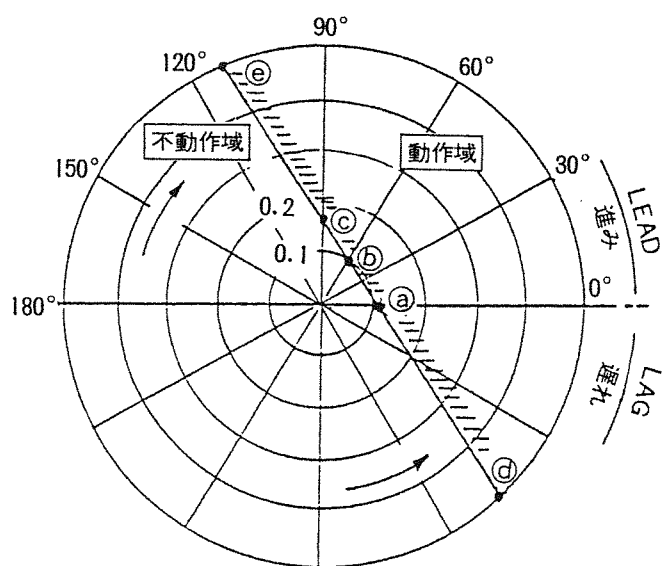

図2. 位相特性図
(1) 結線は、電圧電流特性試験の結線図と同様です。
(2) 電圧(電流)調整ツマミ、電流調整ツマミが「0」の位置になっている事を確認して、電源スイッチをONにします。
(3) 動作確認スイッチC.CHECKをONにします。(この時PL3が点灯し、カウンタは始動しません)
(4) 電圧(電流)切換スイッチは300Vレンジにし、電圧(電流)調整ツマミで定格電圧の190Vに設定します。
(5) 位相調整ツマミで位相計の指示を0°に合わせます。(P7参照)
(6) 電流切換スイッチを0.3[A]レンジにし、電流調整ツマミを静かに回し(時計方向)、電流を増加させて継電器が動作する電流が、最小動作電流です。(図2のa点)
(7) 同様に進み60°, 90°における最小動作電流を求め、プロットします。(図2のb, c点)
(8) 位相調整ツマミで位相計の指示を不動作域(進み170°付近)に合わせます。
(9) 電流切換スイッチを0.6[A]レンジにし、電流調整ツマミを静かに回して、電流0.5[A]流します。
(10) 位相調整ツマミを不動作域(進み170°付近)から動作域に静かに回し、継電器が動作する位相角を測定し、プロットします。(図2のe点)
(11) 同様に図2(位相特性図)のd点を求めてプロットし、グラフに描きます。
(12) 試験終了したら、動作確認スイッチを